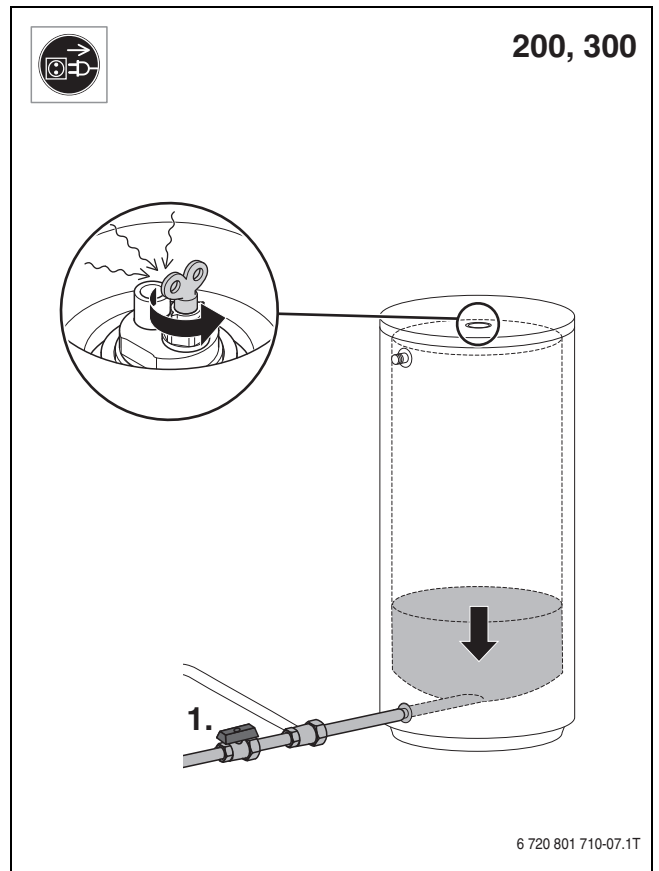

Fig. 16
- Vidanger **BST200-5Ehp, BST300-5Ehp** avec un robinet de vidange installé sur site (→ fig. 16, page 14).
- ▶ Fermer les vannes d'arrêt (→ fig. 16, page 14).